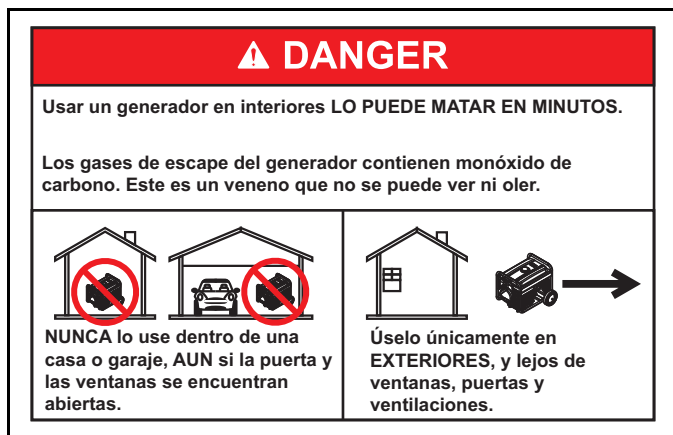

Figura 1-1. Peligro del escape
- NUNCA haga funcionar la unidad en una zona confinada, en un vehículo o en interiores, AUN SI las puertas y ventanas están abiertas. Vea la Figura 1-1.